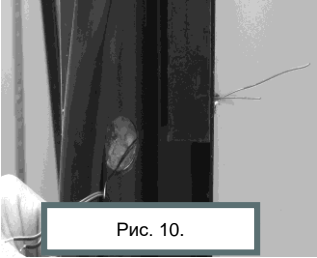

Рис. 10.
4. С помощью проволочной петли протянуть провод замка Promix-SM131.10 внутрь холодильной камеры (см. рис. 10).